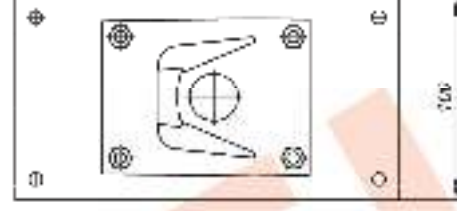

Рис.3 Монтаж фронтальной ПБЗ на опору (круглую или квадратную)
1. Кронштейн KC-1 для крепления IP-видеокамеры ТВК-97 IP на опоры $\varnothing$; $\square=115 \times 135 \text{ мм}$ (другой размер – под заказ). Монтаж кронштейна см. рис.3;